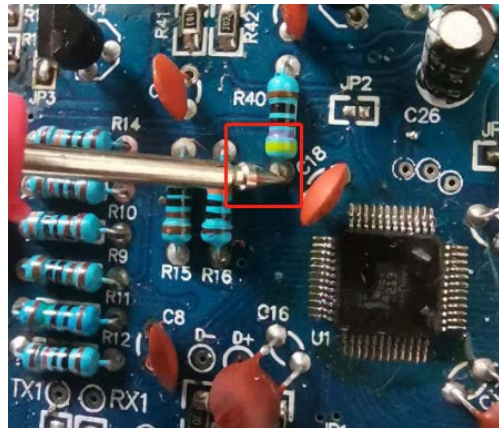

图2
- 4) 测量电阻 R40 靠近单片机 U1 的一端的电压（见图2），如果单片机工作，该电压应该在 0.8V 左右，如果该电压为 0 或者 3.3V 那么可以判定单片机工作不正常。
- 1) 先测量 R40 靠近单片机的一端 (见图2) 的电压, 看看它是否为 0.8V 左右, 如果是则说明单片机 U1 有 VGEN 信号输出, 否则 U1 的第 46 脚可能没有焊好, 或者 U1 工作不正常 (对此可参照【故障现象 2】中有关 U1 是否工作的判断方法检查)。